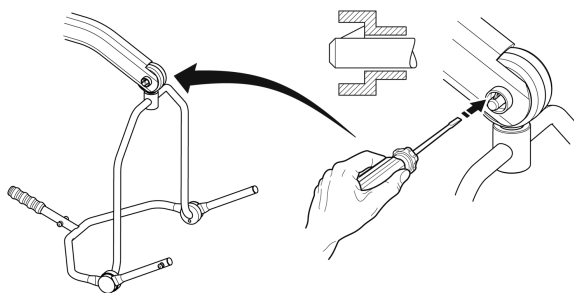

Fig. 1
1. Per staccare il perno, rilasciare lo spinotto a molla (Fig. 1 e 2).